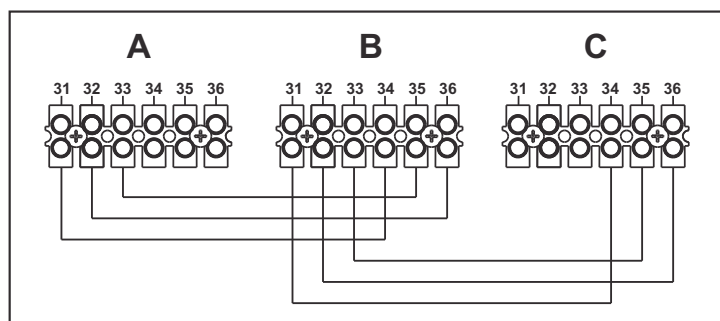

fig. 55 - Montage en cascade
1. Relier les modules comme le montre la fig. 55 (exemple avec 3 modules)
Si cela ne se produit pas, couper l'alimentation électrique et contrôler le câblage fig. 55.